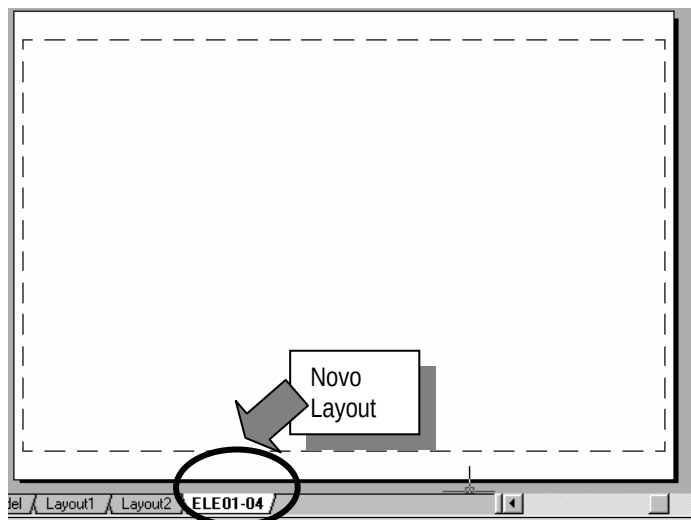

Figura 10.10 – Novo layout criado
7. Clique no botão CONCLUIR. O resultado será similar ao apresentado na figura 10.10.
Perceba que na figura 10.10, a nova prancha de desenho segue as especificações da criação do LAYOUT, isto é, folha A3. Perceba, ainda, que no novo LAYOUT, existe uma linha tracejada. Caso o usuário venha a plotar a prancha essa linha não será impressa. A linha existe apenas para informar ao usuário **que todos os elementos desenhados na margem definida pela mesma não serão impressos**. A linha se constitui no limite máximo que o cabeçote de impressão do plotter escolhido pode alcançar. Isto significa que ela poderá mudar de posição dependendo da impressora ou plotter escolhido.